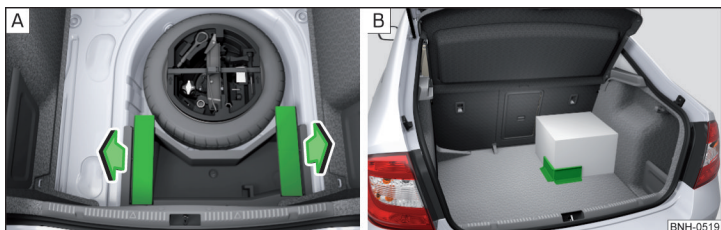

Abb. 112 Cargo-Elemente herausnehmen / Befestigungsbeispiel der Ladung mittels des Cargo-Elements
- Vor dem Gebrauch die Cargo-Elemente in Richtung der Pfeile herausnehmen » Abb. 112 - [A].
- Die Ladung mittels der Cargo-Elemente möglichst in der Nähe der Rücksitze befestigen » Abb. 112 - [B].